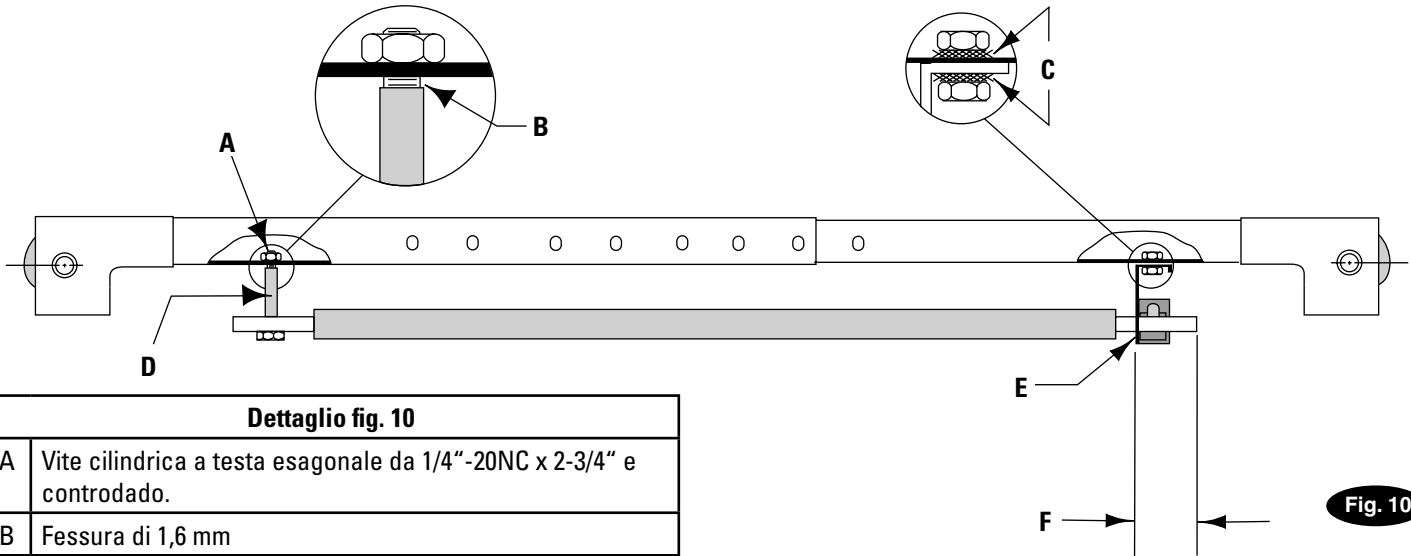

Fig. 10
Inserire la vite cilindrica a testa esagonale da 1/4"-20NC x 2-3/4" nel foro del perno all'estremità della barra interruttore. Inserire l'estremità opposta della barra attraverso la fessura nella staffa di montaggio dell'interruttore, fig. 10 e stringere poi la vite cilindrica a testa esagonale e la barra interruttore alla traversa come mostrato in figura, usando (2) anelli distanziali da 19 mm e il controdado da 1/4"-20NC. Stringere il bullone esagonale lasciando uno spazio di 1,6 mm fra l'anello distanziale e il gruppo della traversa superiore.
Dettaglio fig. 10